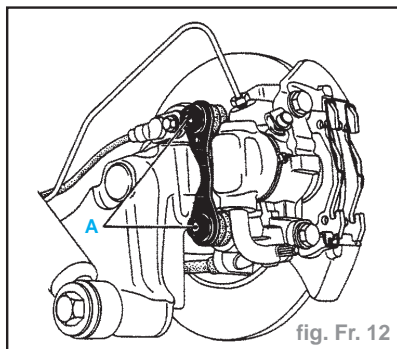

fig. Fr. 12
- Déposer les deux vis (A) de fixation sur le porte-fusée (fig. Fr. 12).